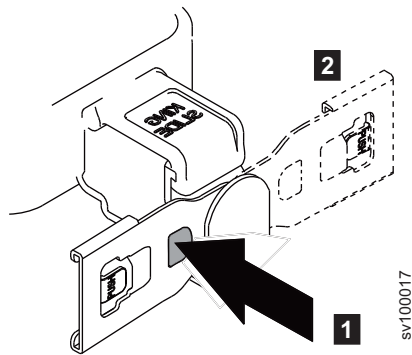

Figura 27. Invertendo a orientação do conjunto
- a. Pressione o botão marcado como "EMPURRAR" em Figura 27 na página 26.